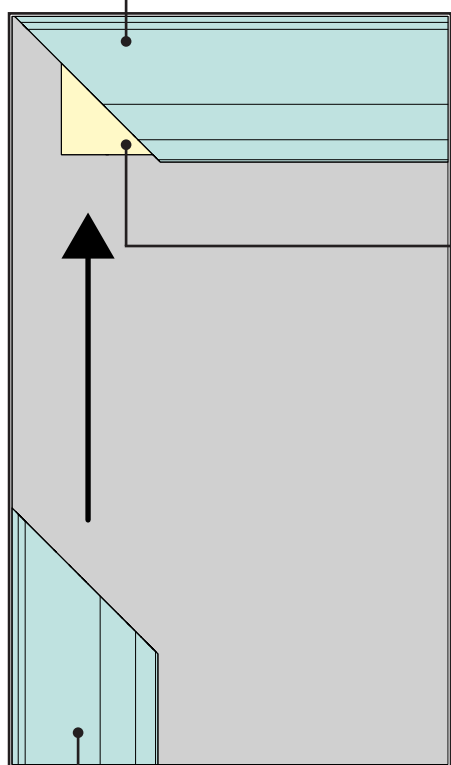

Fig. 23
4. Emboîter, du côté droit et du côté gauche, les coins du joint d'étanchéité profilé supérieur (fig. 23).